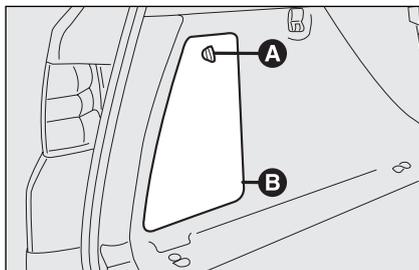

fig. 36
- ruotare la manopola **A-fig. 36** in modo da aprire lo sportello **B**;